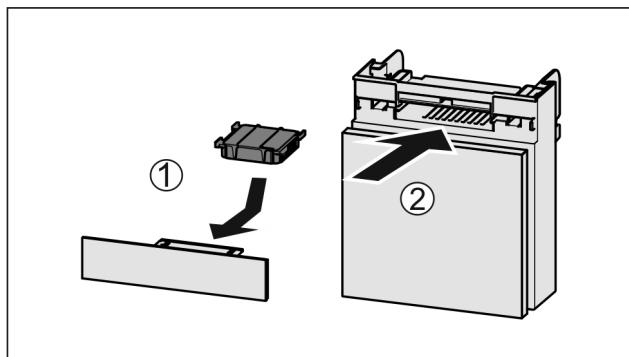

Fig. 37
- Introduceți Fig. 37 (1) filtrul de cărbune activ după cum se vede în figură.
împingeți Fig. 37 (2) compartimentul în interior.